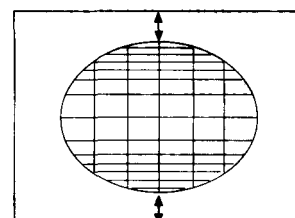

Fig. 9
- d) Ajustar S CORRECTION para obtener un punto medio entre la **parte superior**, inferior y central (Fig. 9).